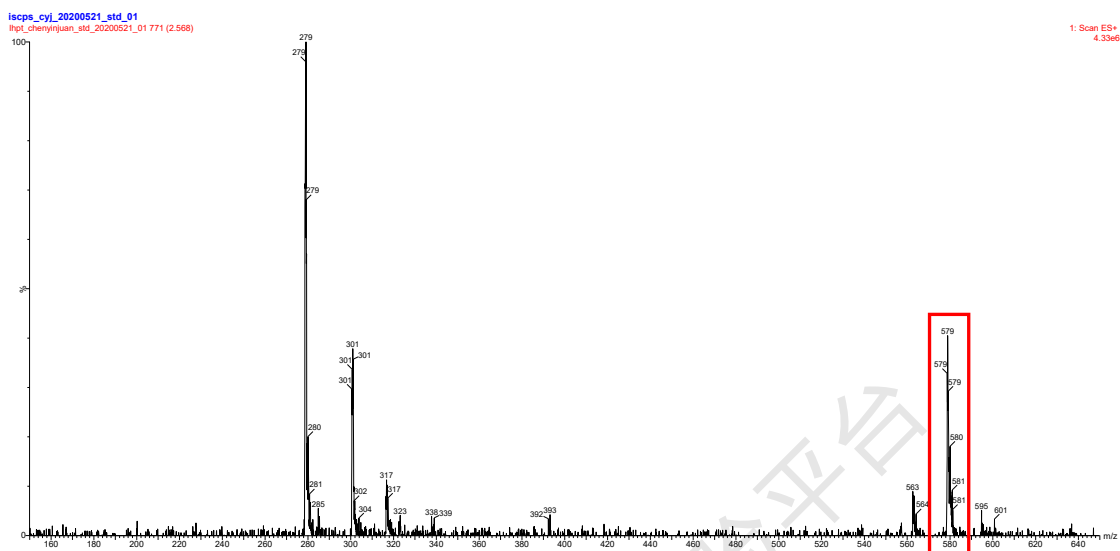
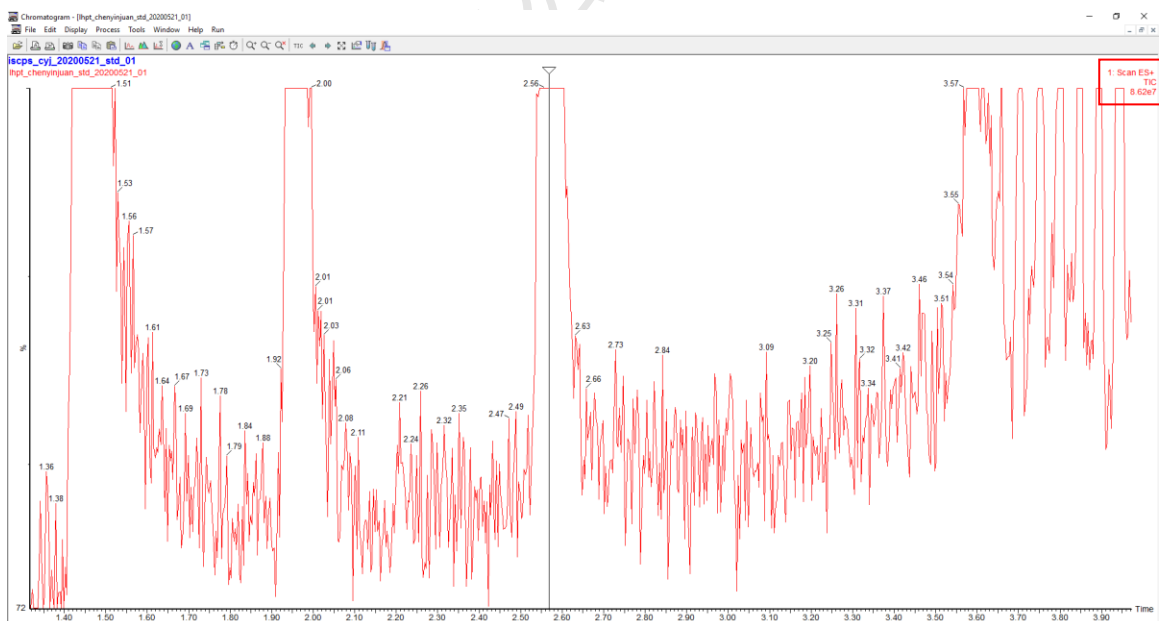

图6-40
图6-41
- 在MassLynx主界面, 选中运行的样品行, 点击Chromatogram, 默认显示全离子流色谱图 (TIC), 点击目标产物出现的色谱峰位置 (如2.56min), 弹出保留时间在2.56min的质谱图这 (图6-40);
- 在图6-40中, 双击目标离子的质谱峰 (如 $m/z=579$ ) ,出现 $m/z=579$ 离子出现的提取离子色谱图 (图6-41) ;
- 在图6-41中,  $m/z=579$ 离子出现的提取离子色谱图, 右上角显示目标离子的强度值。